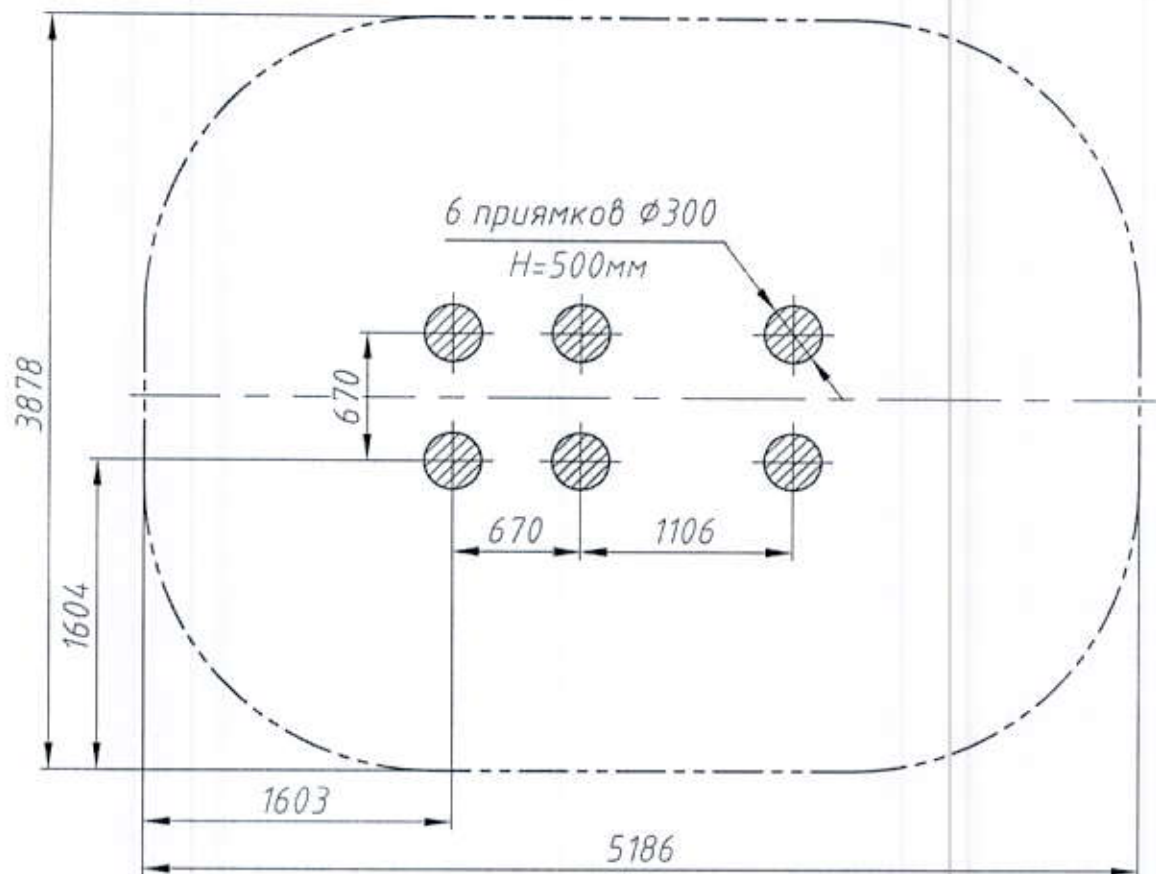

Рис.3 План фундамента Паровозика РТР 071Н
12.5. Скамью опустить в заранее подготовленные фундаментные приямки, выставить по нивелиру горизонтальность сидения, высота сидения от поверхности площадки – 445мм, забетонировать ножки скамьи. Фундаментные приямки выполняются в соответствии с планом фундамента (рис. 3).
12.5. Паровозик опустить в заранее подготовленные фундаментные приямки, выставить по нивелиру горизонтальность пола башни, заглубление опорных столбов в грунт – 500 мм, забетонировать. Фундаментные приямки выполняются в соответствии с планом фундамента (рис. 3).